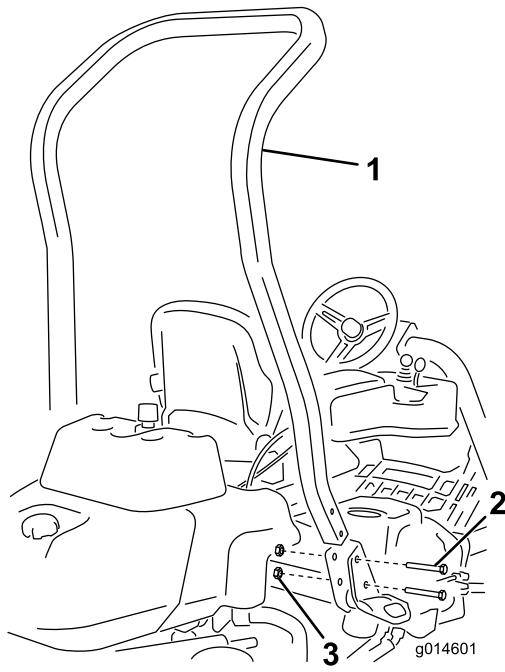

Bild 3
- Befestigen Sie den Überrollbügel mit vier Schrauben (1/2 x 3-3/4 Zoll) und vier Bundmuttern (1/2 Zoll) in den Aussparungen an jeder Seite der Maschine (Bild 3).